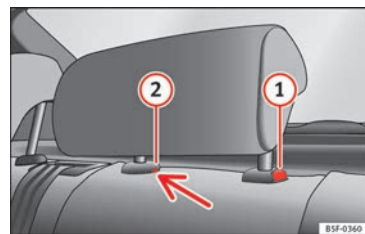

Fig. 146 Encosto de cabeça traseiro central: ponto de desbloqueio.
- Para ajustar o encosto de cabeça para baixo, pressione o botão ① » Fig. 146 e empurre-o para baixo.
- Pressione o botão ① » Fig. 146, apertando ao mesmo tempo pelo orifício do tampão ② » Fig. 146 com uma chave de fendas, com um máximo de 5 mm de largura e retire o encosto de cabeça.